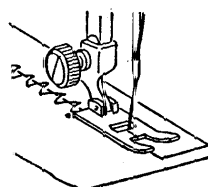

Рис. 32
5.13. Подшивка края (рис.32, 33).